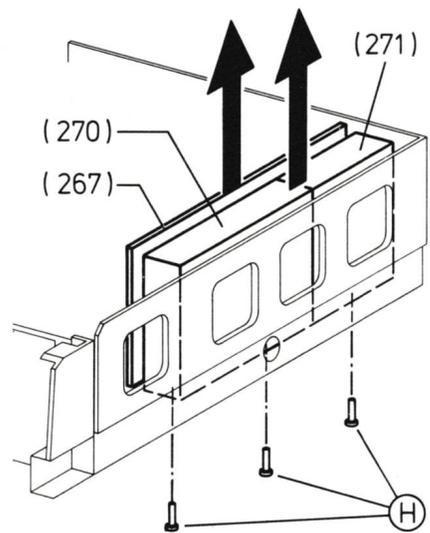

Fig. 6
Démonter l'ampli FI sur le C.I.I dans le sens de la flèche (267), (fig.6).